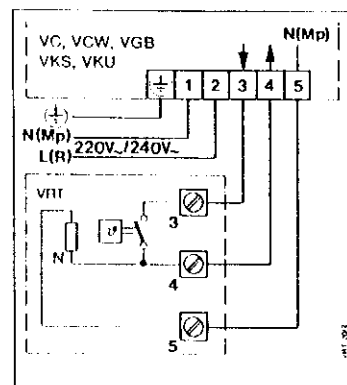

Рис. 5
**Подсоединение электрических проводов** выполняется согласно рисунку 4; подсоединение к отопительному прибору фирмы Вайллант нужно выполнять согласно рис. 5. Следует использовать электрические провода, имеющиеся в продаже (например, NYH).